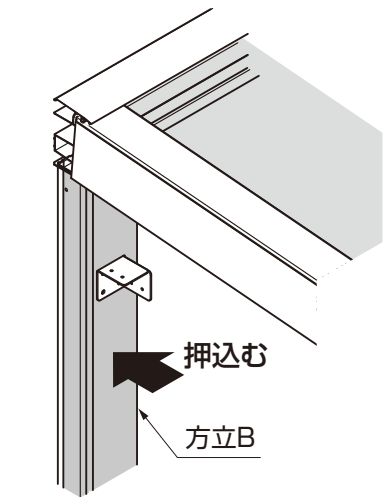

図12-4 妻梁が入りにくい場合
- 妻梁が妻梁金具間で入りにくい場合は、方立Bを躯体側に押し込んで調整してください。(図12-4参照)